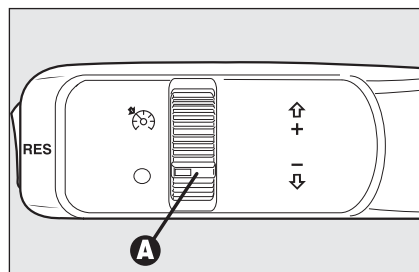

fig. 57
Ruotare la ghiera **A-fig. 57** su
- ☐ ruotare la ghiera **A-fig. 57** su e premendo il pedale dell'acceleratore portare la vettura alla velocità desiderata;
- ❑ ruotando la ghiera **A-fig. 57** su **O**;
**In caso di funzionamento difettoso od avaria del dispositivo, ruotare la ghiera A-fig. 57 su O e rivolgersi alla ai Servizi Autorizzati Alfa Romeo dopo aver verificato l'integrità del fusibile di protezione.**